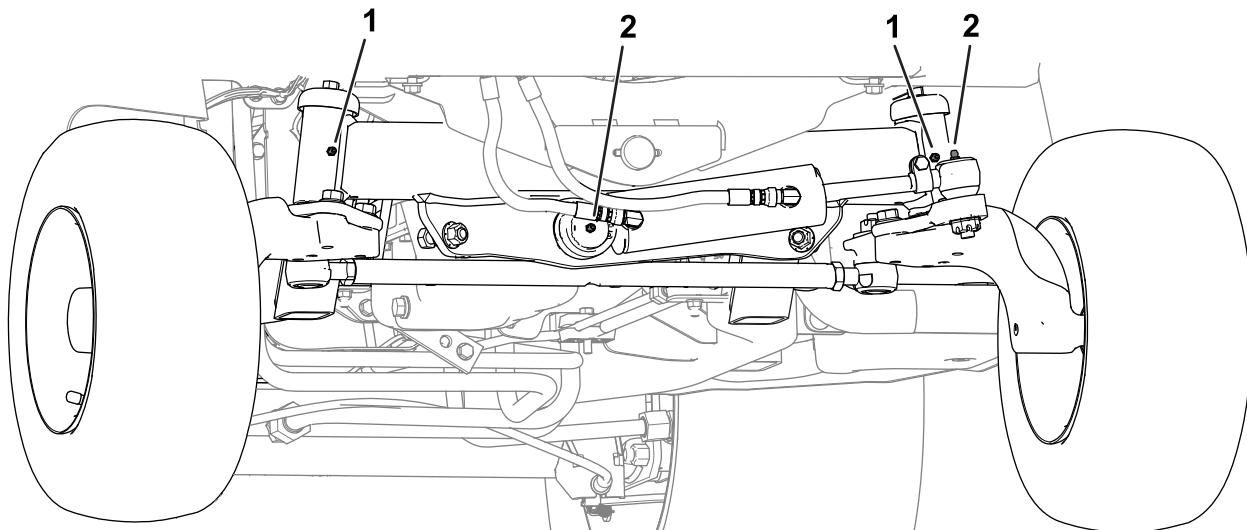

**Figura 46**
- Parte delantera de la máquina (Figura 46):
- Bujes pivotantes del accesorio (2)
- Casquillos de los cilindros de elevación (2)
- Pasadores de giro de los brazos de elevación (2)